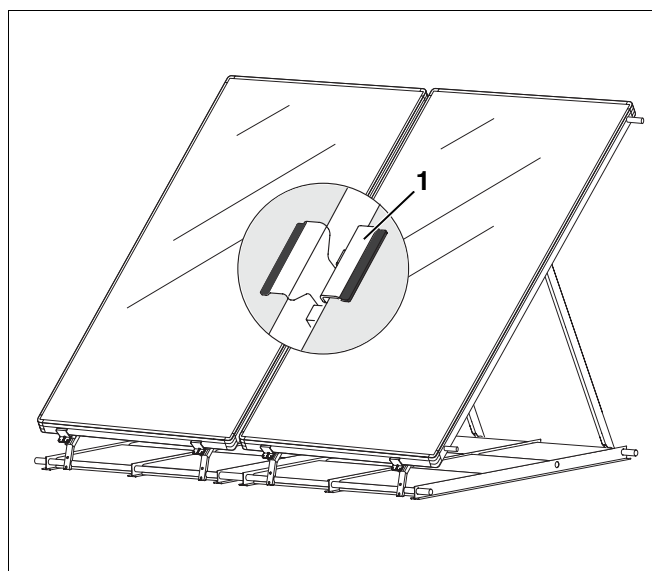

Fig. 41 Fixar os colectores no centro no caso de suporte adicional (acessório)
Se tiver sido montado um suporte adicional (acessório), os colectores deverão ser adicionalmente fixados com os grampos duplos (Fig. 41, **Item 1**).
- ▶ Coloque a dobra dos grampos duplos sobre o vidro dos colectores (Fig. 41).